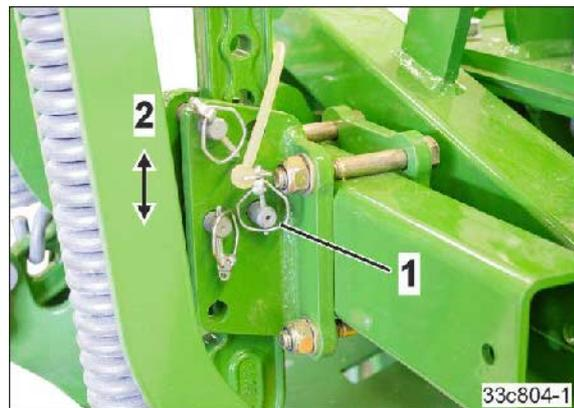

图 148
(图 148/2)，插上插销 (图 148/1) 并用一个制轮楔固定住。
为避免损坏，机器不得停放在轮迹松土器上。将轮迹松土器紧固到把手凹槽的顶部位置（请参阅图 148）。
1. 取下制轮楔（图 148/1）
4. 将轮迹松土器紧固到把手凹槽的顶部位置（图 148/2）。
5. 通过制轮楔固定住螺栓（图 148/1）